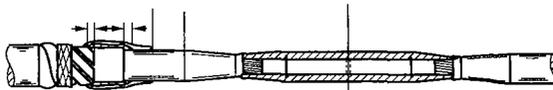

图 E-18
**Je5E1013** 如图 E-18 所示，请标出 35kV XLPE 单芯电缆冷缩中间接头各部名称及主要尺寸。